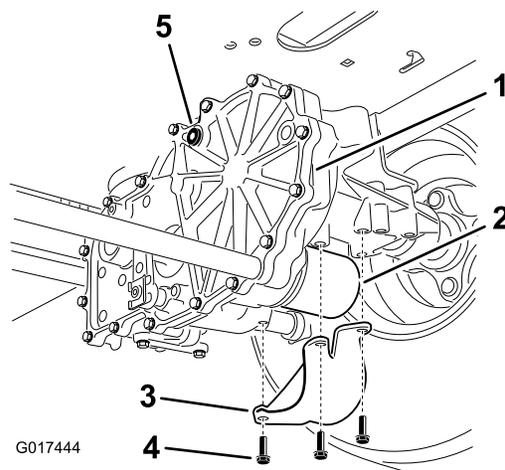

Figure 68
2. Localisez le filtre et les protections sur chaque transmission de la boîte-pont (Figure 68).
3. Retirez les trois vis qui fixent la protection du filtre et déposez la protection (Figure 68).